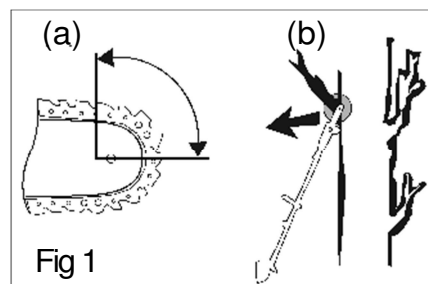

Fig 1
La détente signifie une impulsion arrière ultra rapide de la scie à élaguer et de la barre à chaîne depuis l'objet scié. Elle se produit lorsque la zone de repoussement (voir Fig. 1, a) de la pointe de la lame est en contact avec un objet ou lorsque le bois bloque la scie à élaguer durant la coupe.
- Ne sciez pas avec la pointe de la lame (voir Fig. 1, b) ou au dessus de la hauteur des épaules. Ne penchez pas trop loin lorsque vous sciez.